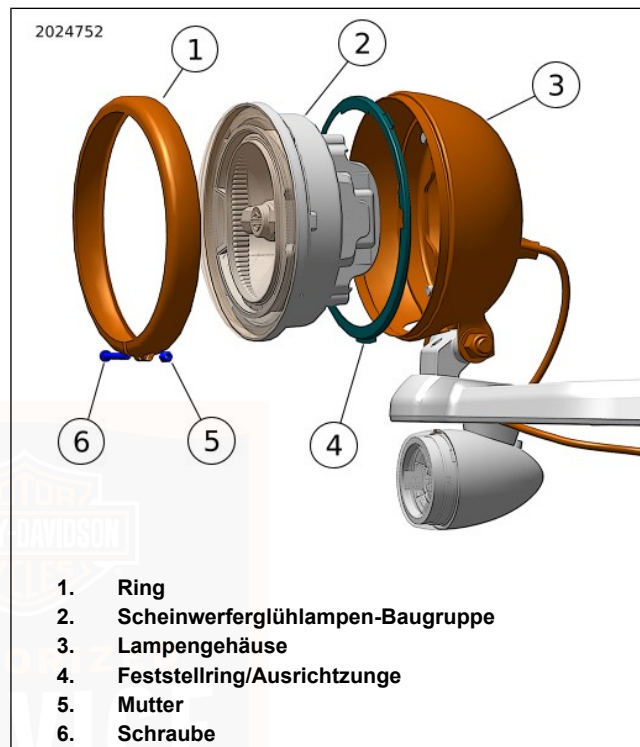

Abbildung 152. Scheinwerferbaugruppe
1. Siehe Abbildung 152. Die Schraube (6) und die Mutter (5) entfernen. Den Zierring (1) vom Scheinwerfergehäuse (3) entfernen.
2. Die Scheinwerferglühlampen-Baugruppe (2) und den Feststellring (4) entfernen.
1. Siehe Abbildung 152. Den Feststellring (4) auf die Rückseite der **neuen** Scheinwerferglühlampen-Baugruppe (2) setzen, wobei die Ausrichtung von der Glühlampe wegzeigen muss.
6. Den Zierring (1) am Scheinwerfergehäuse (3) anbringen, dabei die Schraube (6) und die Mutter (5) an der Unterseite zentrieren. Festziehen.